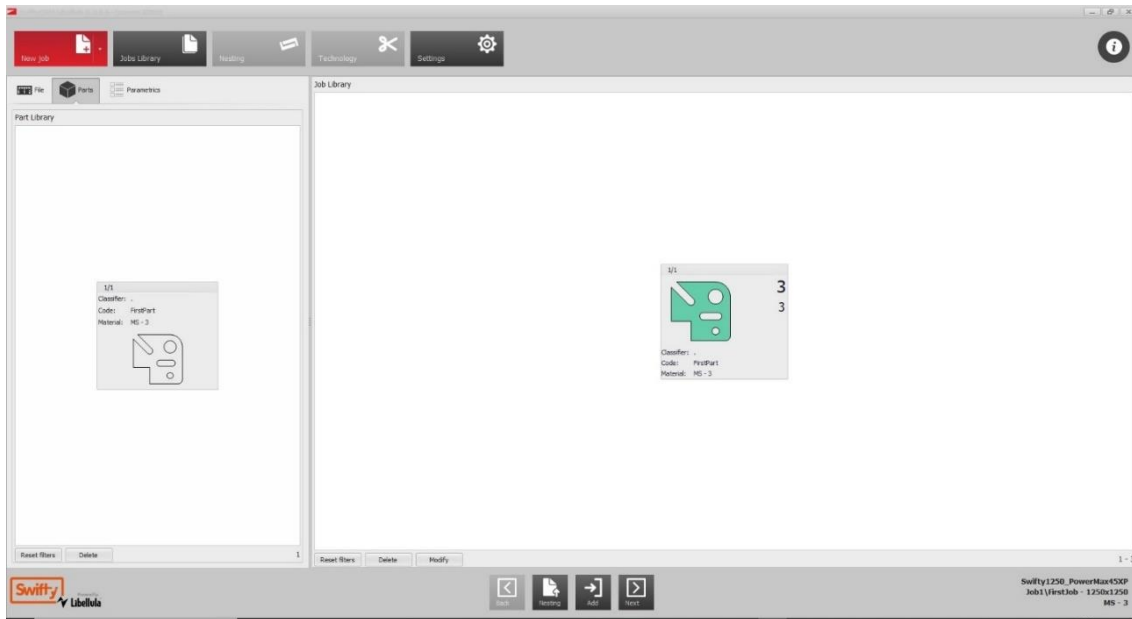

Fig. 53 De velden Part Library en Job Library
11. De tekening wordt toegevoegd aan zowel de takenbibliotheek als de componentenbibliotheek (die later opnieuw kan worden geopend). In Fig. 53 is het tabblad 'Components' van het tabblad 'New Job' weergegeven met de velden 'Part Library' en 'Job Library'.